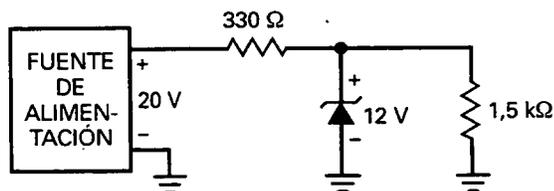

Figura 5-36
- 5-4. Si el diodo zener de la Figura 5-36 está desconectado, ¿cuál es la tensión en la carga?
- 5-5. Suponga que la tensión de la fuente en la Figura 5-36 disminuye de 20 a 0 V. En algún punto durante el transcurso de esta disminución, el diodo zener dejará de regular. Halle la tensión de la fuente para la cual se pierde la regulación.
- 5-6. Calcule las corrientes por las tres ramas de la Figura 5-36.
- 5-7. Suponiendo que las dos resistencias en la Figura 5-36 tienen una tolerancia de ± 10 por 100, ¿cuál es el valor de la corriente máxima?
- 5-8. Suponiendo que la tensión de la fuente en la Figura 5-36 puede variar de 20 a 40 V, ¿cuál es el valor máximo de la corriente por el zener?
- 5-9. ¿Qué potencia disipan las resistencias y el diodo zener en la Figura 5-36?
- 5-10. El diodo zener de la Figura 5-36 se sustituye por un 1N961. ¿Cuáles son los valores de la tensión en la carga y la corriente por el zener?
- 5-12. El diodo zener en la Figura 5-36 tiene una resistencia zener de $11,5 \Omega$. Si el rizado de la fuente de alimentación es de 1 V, ¿qué rizado tiene la resistencia de carga?
- 5-14. En la Figura 5-36, la tensión no regulada de la fuente de alimentación puede variar de 18 a 22 V y la resistencia de carga puede variar de 500Ω a $1,5 \text{ k}\Omega$. ¿Fallará el diodo zener bajo estas condiciones? Si es así, ¿qué valor debería tener la resistencia en serie?
- 5-15. En la Figura 5-36, la tensión no regulada de la fuente de alimentación puede variar de 16 a 23 V y la resistencia en la carga puede variar de 1 a 25 mA. ¿Dejará de regular el diodo zener bajo estas condiciones? Si es así, ¿cuál es el valor máximo para la resistencia en serie?
- 5-16. ¿Cuál es la mínima resistencia de carga que se puede usar en la Figura 5-36 sin perder la regulación zener?
- 5-19. El diodo zener de la Figura 5-36 es un 1N963B. ¿Cuál es la mínima tensión zener? ¿Y la máxima?
- 5-21. En la Figura 5-36, ¿cuál es la tensión en la carga para cada una de las condiciones siguientes:
- 5-22. Si se miden aproximadamente 16,4 V para la tensión en la carga en la Figura 5-36, ¿cuál podría ser la avería?
- 5-23. Se miden 20 V en la carga de la Figura 5-36. Un óhmetro indica que el diodo zener está abierto. ¿Qué debería comprobarse antes de sustituir el diodo zener?
- 5-29. El diodo zener de la Figura 5-36 tiene una resistencia zener de 11,5 Ω . ¿Cuál es el valor de la tensión en la carga si se incluye R_Z en los cálculos?
- 5-30. El diodo zener en la Figura 5.36 es un 1N963. Si la resistencia de carga varía de 1 a 10 k Ω , ¿cuál es la tensión mínima en la carga? ¿Y la máxima? (Emplee la segunda aproximación.)